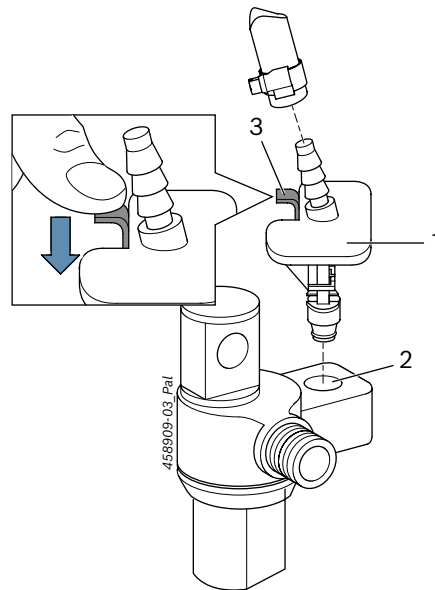

Fig. 3: Returflödesadapter 1 683 356 137
Returflödesadaptern 1 683 356 137 (Fig. 3, pos. 1) förbinder Delphi CRI (Fig. 3, pos. 2) via slangledningen 1 680 712 249 och via slangledningen 1 680 712 289 med testanslutningen för returmängden vid EPS 200 / EPS 205.
i Säkra returflödesadaptern genom att trycka ner armen (Fig. 3, pos. 3). Avlägsna genom att dra armen uppåt för att sedan dra ut returflödesadaptern ur returflödesanslutningen.